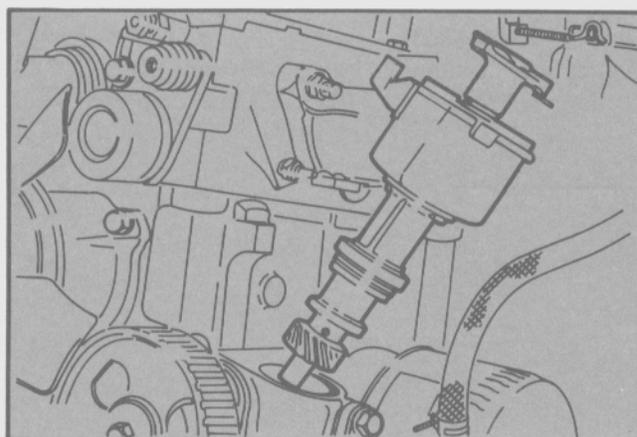

Fig. 117 - Desmontaje del distribuidor
- Desmontar el distribuidor (Fig. 117) como se indica en el Capítulo correspondiente.